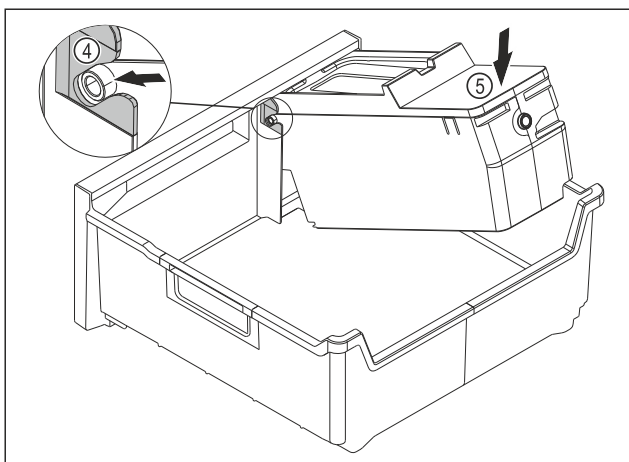

Fig. 80
- ▶ Montați corpul EasyTwist-Ice: Inșerați axele corpului EasyTwist-Ice în ghidaje Fig. 80 (4).
- ▶ Apăsăți corpul EasyTwist-Ice Fig. 80 (5) în spate în jos.